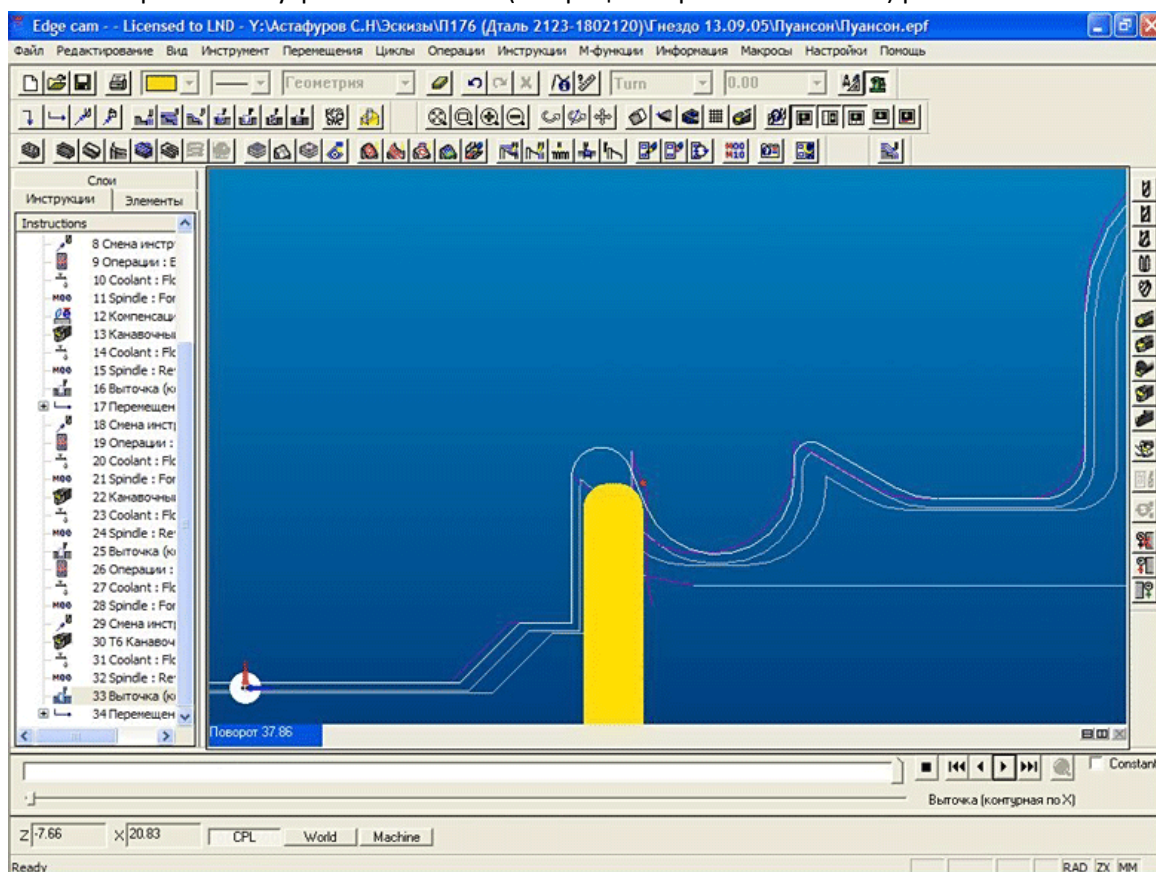

Рис. 17. Edgесam. Обработка внутренней канавки.
16. Обработка внутренней канавки (Операция обработка выточек) рис. 17